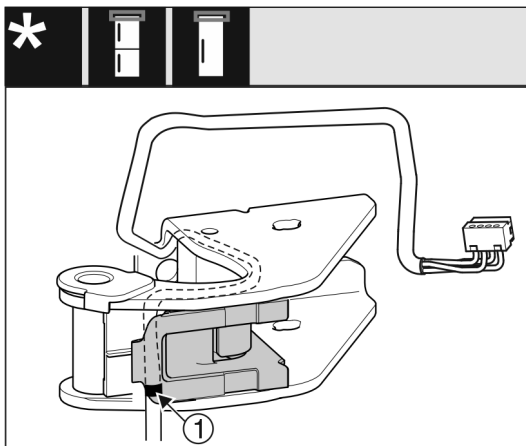

Fig. 28
- ▷ Mittlere Markierung muss dabei auf der Kante der Kabelhalterung liegen Fig. 28 (1).